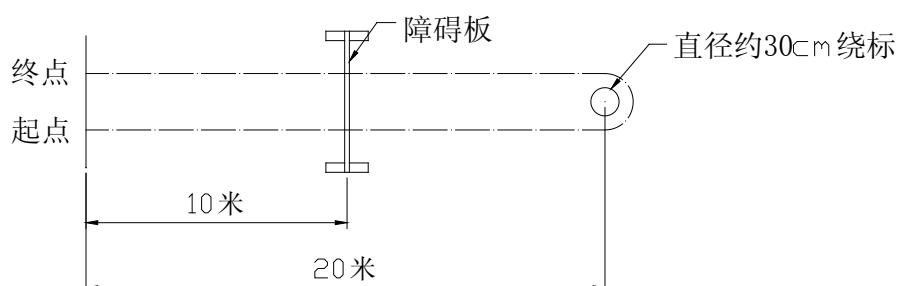

图 4, 绕标竞速示意图
1) 要求参赛选手穿着本队制作的竹高跷进行图 4 所示的绕标跑或走；